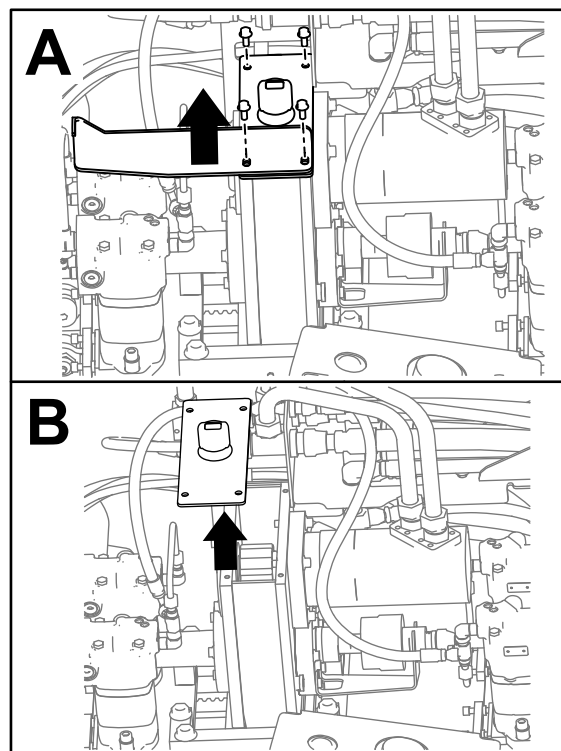

Bild 97
3. Entfernen Sie die vier Schrauben an der Schutzvorrichtungsplatte und dem Getriebe (Abschnitt A in Bild 97).
4. Entfernen Sie die Schutzvorrichtungsplatte (Abschnitt A in Bild 97).
5. Entfernen Sie die Abdeckung am Getriebe und saugen das Öl ab (Abschnitt B in Bild 97).
9. Setzen Sie die Abdeckung auf und setzen die zwei Schrauben ein (Abschnitt A in Bild 97).
10. Setzen Sie die zwei anderen Schrauben ein, mit denen der Deckel am Getriebe befestigt ist (Abschnitt A in Bild 97).